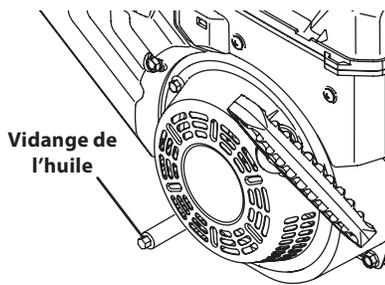

Figure 6-2
3. Localisez le bouchon de vidange de l'huile s'il y en a un (voir la notice d'utilisation de l'équipement pour des instructions supplémentaires). Voir la Figure 6-2.
6. Retirez le bouchon de vidange de l'huile. Voir la Fig. 6-2.